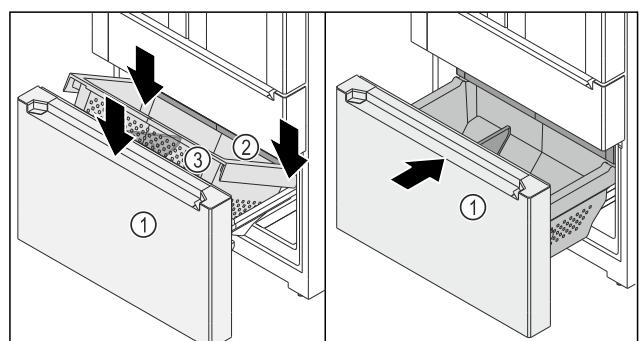

Fig. 153
- Auszugswagen Fig. 153 (1) ist herausgezogen.
- Schubfach Fig. 153 (2) ist eingeschoben.
- Behälter Fig. 153 (3) hinten auf den Schienen rechts und links aufsetzen.
- Behälter Fig. 153 (3) vorne absenken, sodass Behälter Fig. 153 (3) die Schienen rechts und links umschließt.
- Auszugswagen Fig. 153 (1) einschieben.